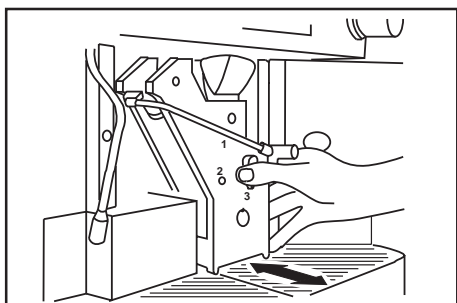

Fig. 13
- **Gruppo erogatore:** togliere il beccuccio erogatore, aprire lo sportello in acciaio ed estrarre il gruppo erogatore portando la leva di aggancio in posizione 3 (fig.13). Pulire il piano retrostante con una spugna umida. Lavare il gruppo utilizzando acqua tiepida, asciugarlo bene e reinsertirlo nella macchina, tenendo la leva di aggancio in posizione 3. Curarsi che gli indici di riferimento dell'albero centrale coincidano (servirsi eventualmente della chiave in dotazione per allinearli). Se il gruppo è stato inserito correttamente la leva di aggancio si deve trovare in posizione 2.